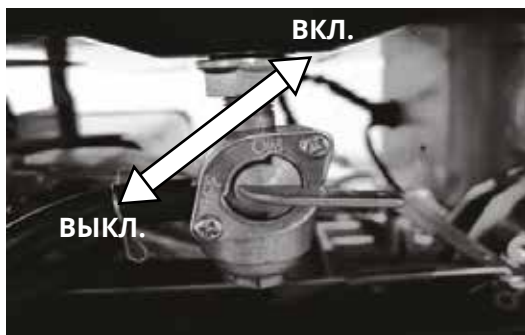

Рис. 3.1
1. Поверните рычаг топливного крана в положение «ВКЛ» (рис. 3.1).
3. Поверните рычаг топливного крана в положение «Выкл». (**рис. 3.1**).